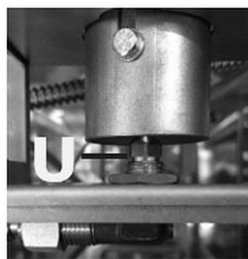

Abb. 8
4. Schrauben Sie die Düse „U“ (Abb. 8) ab.